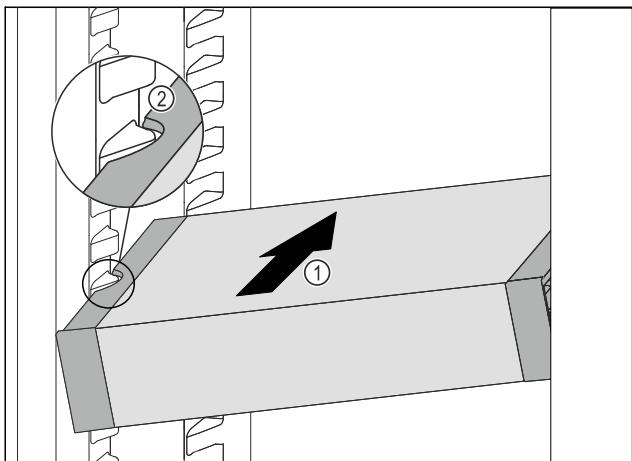

Fig. 83
- ▶ Вкарайте VarioSafe под ъгъл в хладилната част Fig. 83 (1), докато страницните прорези Fig. 83 (2) на VarioSafe се намират на височината на реброто на съда в хладилната част.